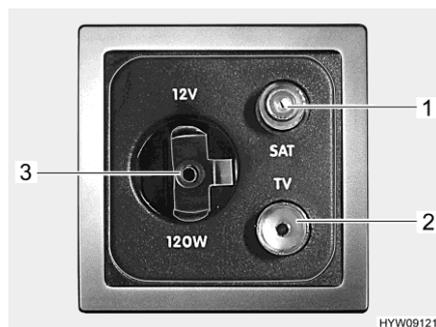

Fig. 60 Prises de courant (télévision)
- Enficher le bon câble d'antenne du téléviseur dans la prise SAT (Fig. 60,1).
- Enficher le bon câble d'antenne du téléviseur dans la prise DVB-T (Fig. 60,2).